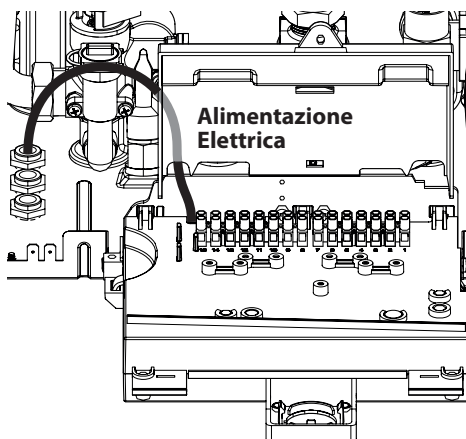

Figura 5.23
- Collegare il cavo di alimentazione elettrica all'interruttore onnipolare rispettando la corrispondenza della linea (filo marrone) e del neutro (filo azzurro) Figura 5.23.